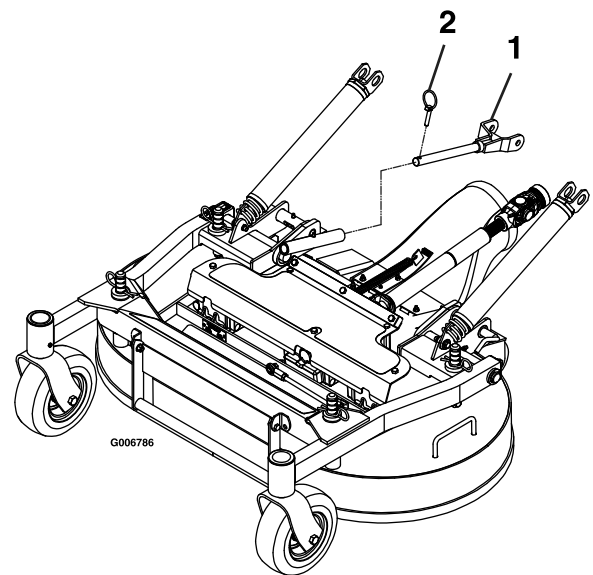

Figura 76
6. Retire los pasadores de seguridad en la parte delantera de los brazos de empuje en ambos lados de la máquina (Figura 76).
6. Fije los brazos de presión con los pasadores de seguridad a la izquierda y a la derecha de la máquina (Figura 76).